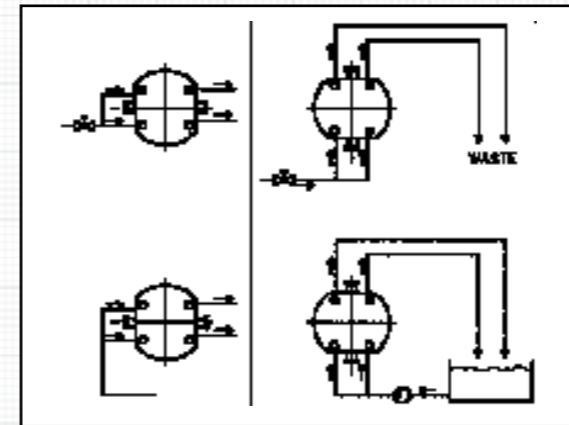

Fig. 4a: Foreslået lavtryks
- Rørsystemet skal være som vist i diagrammet (se fig. 4a).
- Systemet kan installeres som vist i fig. 4a, men skal kunne modstå det fulde tryk i den pumpede væskes rørsystem.